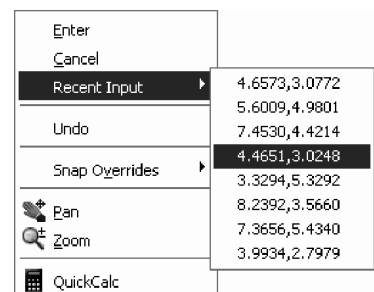

Fig. 5.11 Refolosirea coordonatelor ultimelor puncte
- O nouă facilitate oferită de *AutoCAD 2008* constă în alegerea, din meniul afișat la acționarea butonului din dreapta al *mouse*-ului, a coordonatelor unuia dintre punctele folosite recent – Fig. 5.11. Același meniu permite activarea utilitarului *Quickcalc* sau a modurilor *OSNAP*.